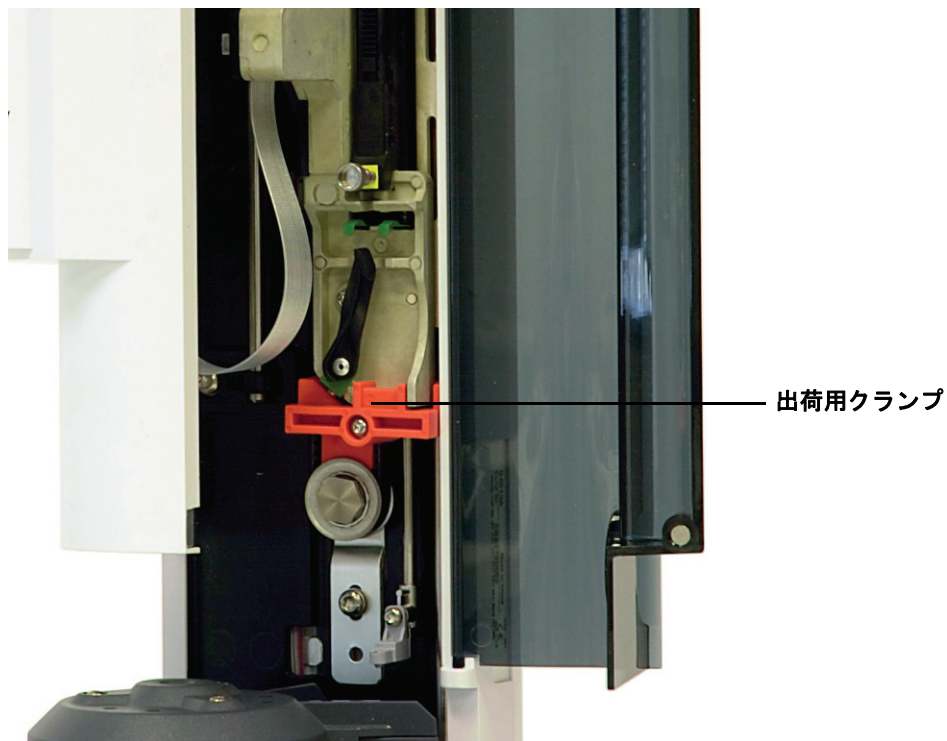
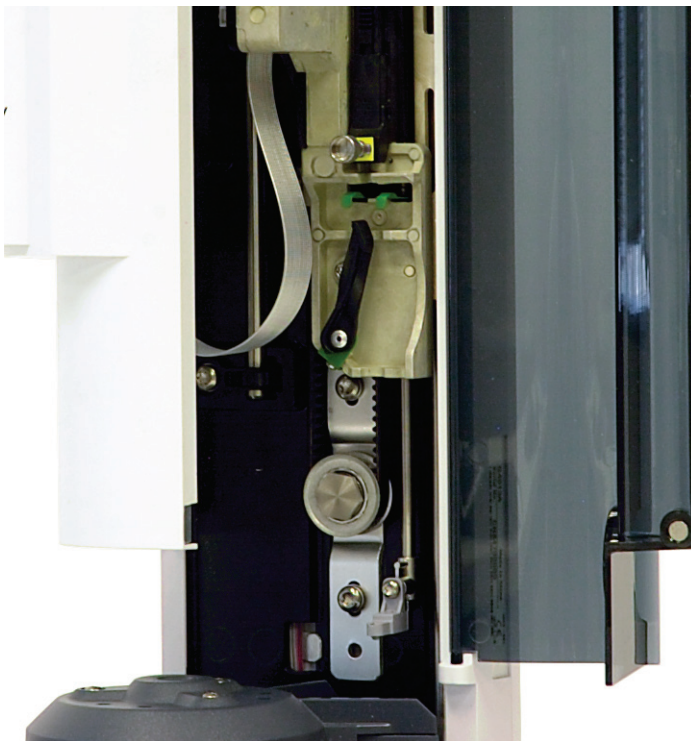

図 11 出荷用クランプが取り付けられた状態
図 12 出荷用クランプが取り外された状態
- 5 T-10 トルクスドライバを使って、T-10 ネジを完全に緩め、シリンジキャリッジから出荷用クランプを取り外します (図 11 および図 12 を参照)。